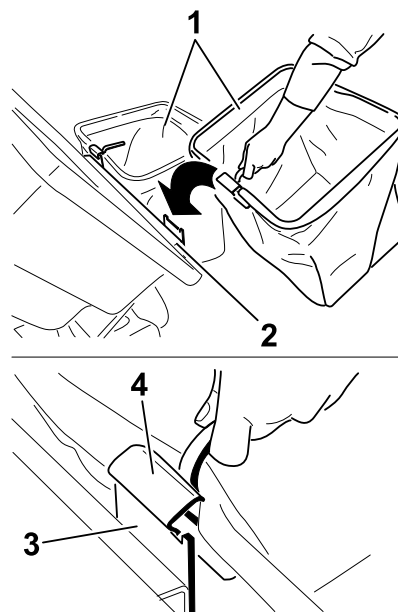

Figura 21
4. Alzate il coperchio del sistema di raccolta e inserite i cesti facendo scorrere i ganci del telaio dei cesti sulle staffe di ancoraggio (Figura 21).